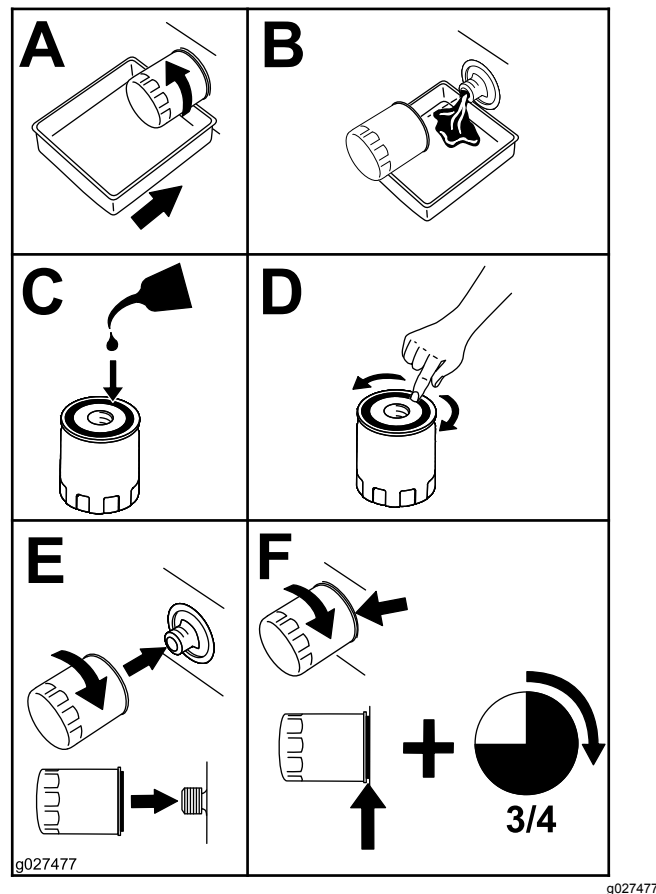

Figura 34
4. Sostituite il filtro dell'olio (Figura 34).